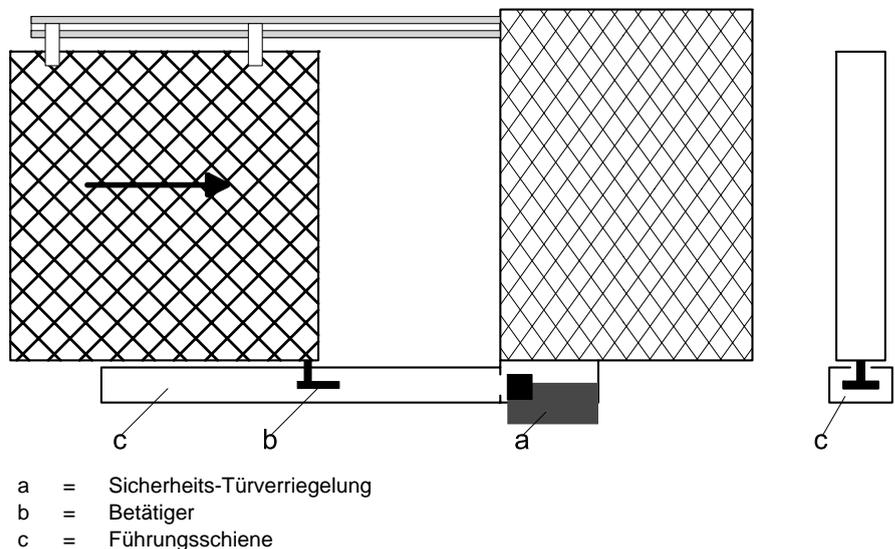

Abb. 7 Montagebeispiel: „Verdeckter Einbau“
- Verhinderung des Einführens von „Ersatzbetätigern“ und gleichzeitig erhöhtem Beschädigungsschutz durch einen verdeckten Einbau (siehe Abb. 7).